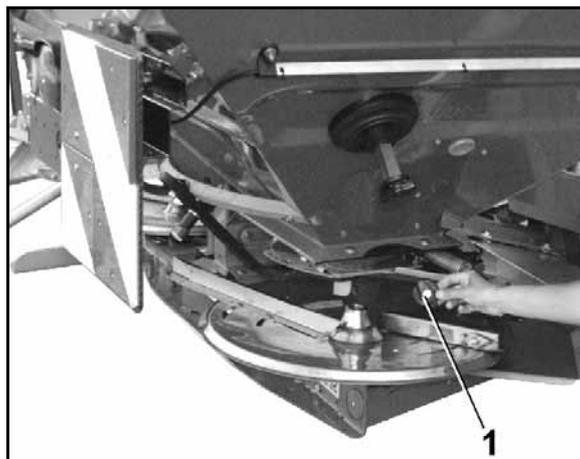

Fig. 69
2. Quitar tuerca mariposa (Fig. 69/1).